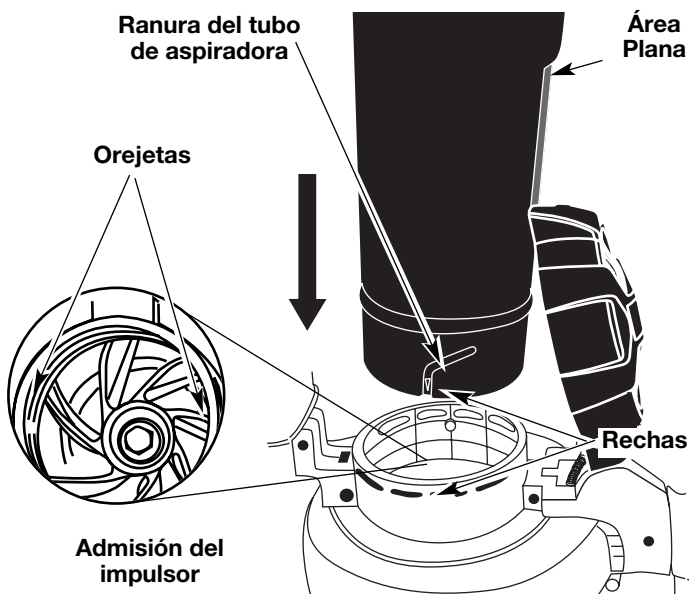

Fig. 5
- Mientras mantiene abierta la puerta de la aspiradora, localice el tubo de la aspiradora armado (armado en el Paso 2). Ponga el tubo de modo que el área plana esté de frente a la puerta de la aspiradora. Las ranuras en el costado del tubo se alinearán con las pequeñas lengüetas en la admisión del impulsor (Fig. 5). Desde el exterior, alinee la pequeña flecha en el tubo de aspiradora con el punto que está en la admisión del impulsor.